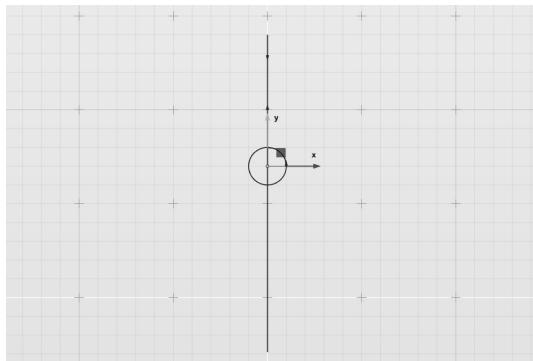

图 5-113 绘制曲线圆
- 1) 在前视图中, 绘制一个半径为 1cm 的圆。借助“捕捉栅格”工具, 确保圆心点一定在 Y 轴上 (即 X 轴坐标为 0), 如图 5-113 所示。